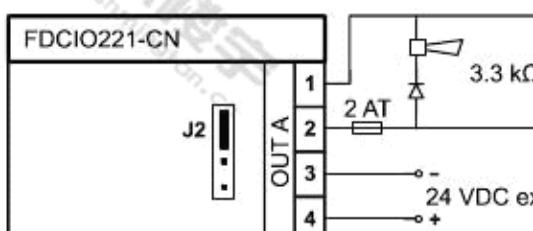
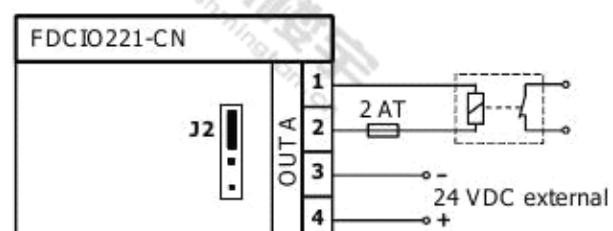
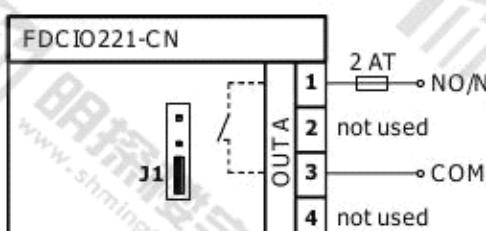

图 9
图 10
图 11
- 输出“正常模式”：图 9
- 输出“逆向模式”：图 10
- 干接点输出（不监视）：图 11
- 24VDC 电源：图 9/图 10
4. 根据输出方式，进行 J1/J2 跳线（图 9、图 10 和图 11）。